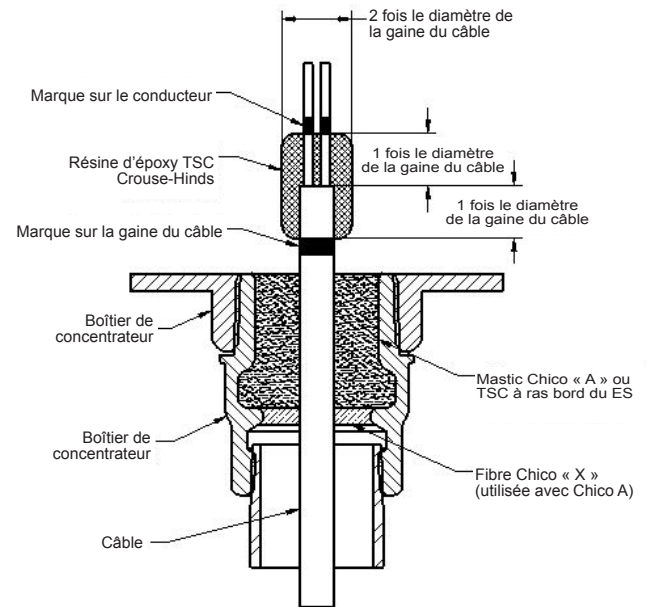

Figure 4
Tirer suffisamment de câble à travers le conduit et par le boîtier du concentrateur de sorte que le câble puisse être scellé dans le concentrateur ES et que la résine d'époxy TSC puisse être appliquée à l'extrémité du câble (voir la figure 4).
- Épaissir le mastic d'étanchéité TSC entourant chaque conducteur jusqu'aux marques précédemment déterminées. Le mastic TSC doit s'étendre de la gaine du câble jusqu'à la marque de chaque conducteur. (voir la figure 4).
- Donner au mastic TSC un diamètre jusqu'à deux fois plus gros que celui de la gaine du câble. La figure 4 présente l'installation complète.